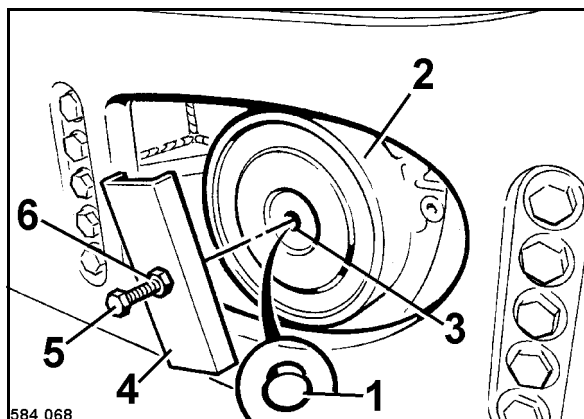

Fig. 62
- Retirar el tapón roscado 1 (Fig. 62).
- Colocar el perfil en U (5) sobre la caja de frenos (2) y enroscar el tornillo (4) hasta entra en contacto con el taladro roscado (3).
- Enroscar la tuerca (6) y tensarla con aprox. una vuelta. El rodillo debe girar libremente.